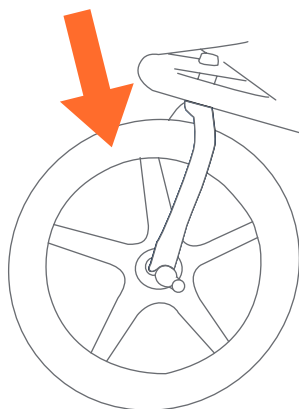

Fig. 22
- 22)** • Soulevez la roue avant du sol et frappez brusquement sur le dessus du pneu (Fig. 22). La roue ne devrait pas être branlante ou se détacher.